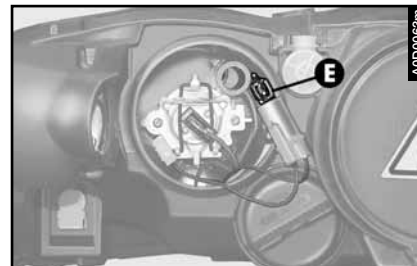

fig. 34
– sacar la lámpara (**E- fig. 34**) del grupo portalámparas, presionándola ligeramente y girándola hacia la izquierda.